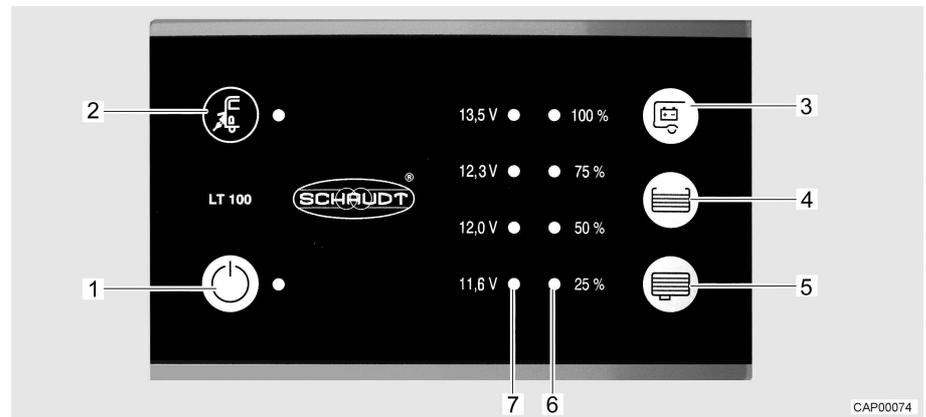

Fig. 69 Panneau de contrôle (LT 100)
La DEL jaune près du symbole de raccordement électrique  (Fig. 69,2) est allumée quand le véhicule est raccordé à une tension réseau externe. La DEL reste allumée quand le panneau de contrôle est éteint.
L'interrupteur principal 12 V (Fig. 69,1) établit ou coupe le panneau de contrôle et l'alimentation 12 V de la cellule.
- Appuyer sur l'interrupteur "⏻" (Fig. 69,1) : L'alimentation 12 V de la cellule est assurée. La DEL s'allume en vert.
- Appuyer de nouveau sur l'interrupteur "⏻" (Fig. 69,1) : L'alimentation 12 V de la cellule est coupée. La DEL s'éteint.
L'échelle DEL (Fig. 69,7) indique la tension de la batterie de cellule comme suit :
- Appuyer sur la touche "☺" (Fig. 69,3) : La tension de la batterie de cellule est affichée.
L'échelle DEL (Fig. 69,6) indique le niveau de remplissage du réservoir d'eau fraîche ou de celui d'eaux usées.
- Appuyer sur la touche "☰" (Fig. 69,4) : Le niveau de remplissage du réservoir d'eau fraîche est indiqué par les DEL allumées.
- Appuyer sur la touche "☷" (Fig. 69,5) : Le niveau de remplissage du réservoir d'eaux usées est indiqué par les DEL allumées.